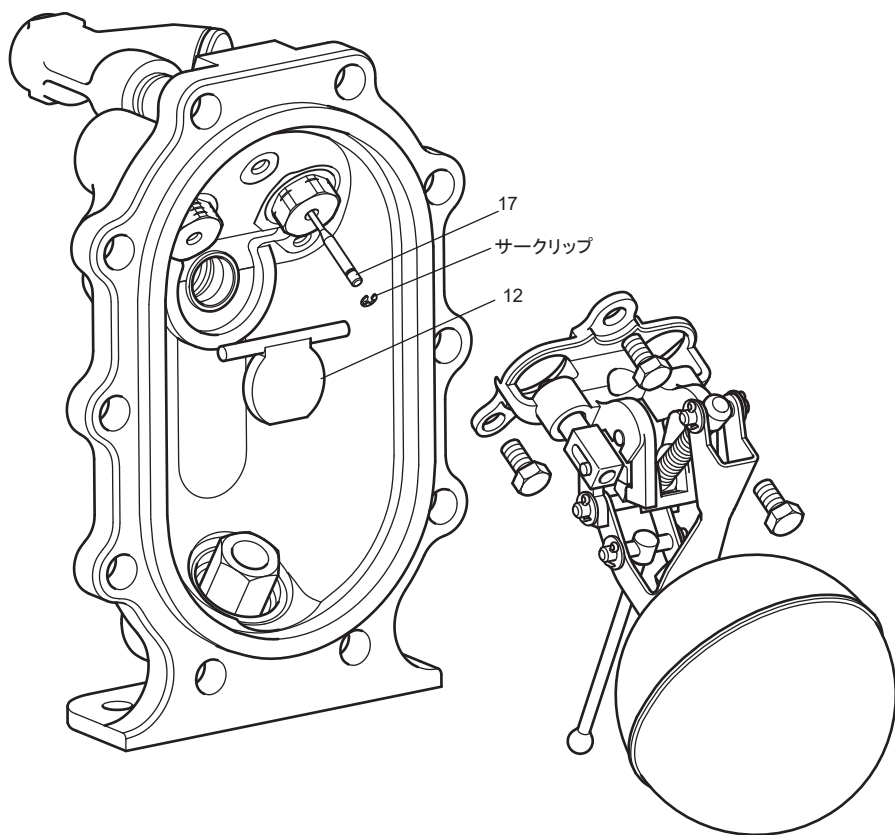

図. 17
5. ポンプ・ブラケット・アセンブリー(図 17参照)をあけて取り外します。ここで入口用スイング逆止弁(部品番号12)に取りかかります。